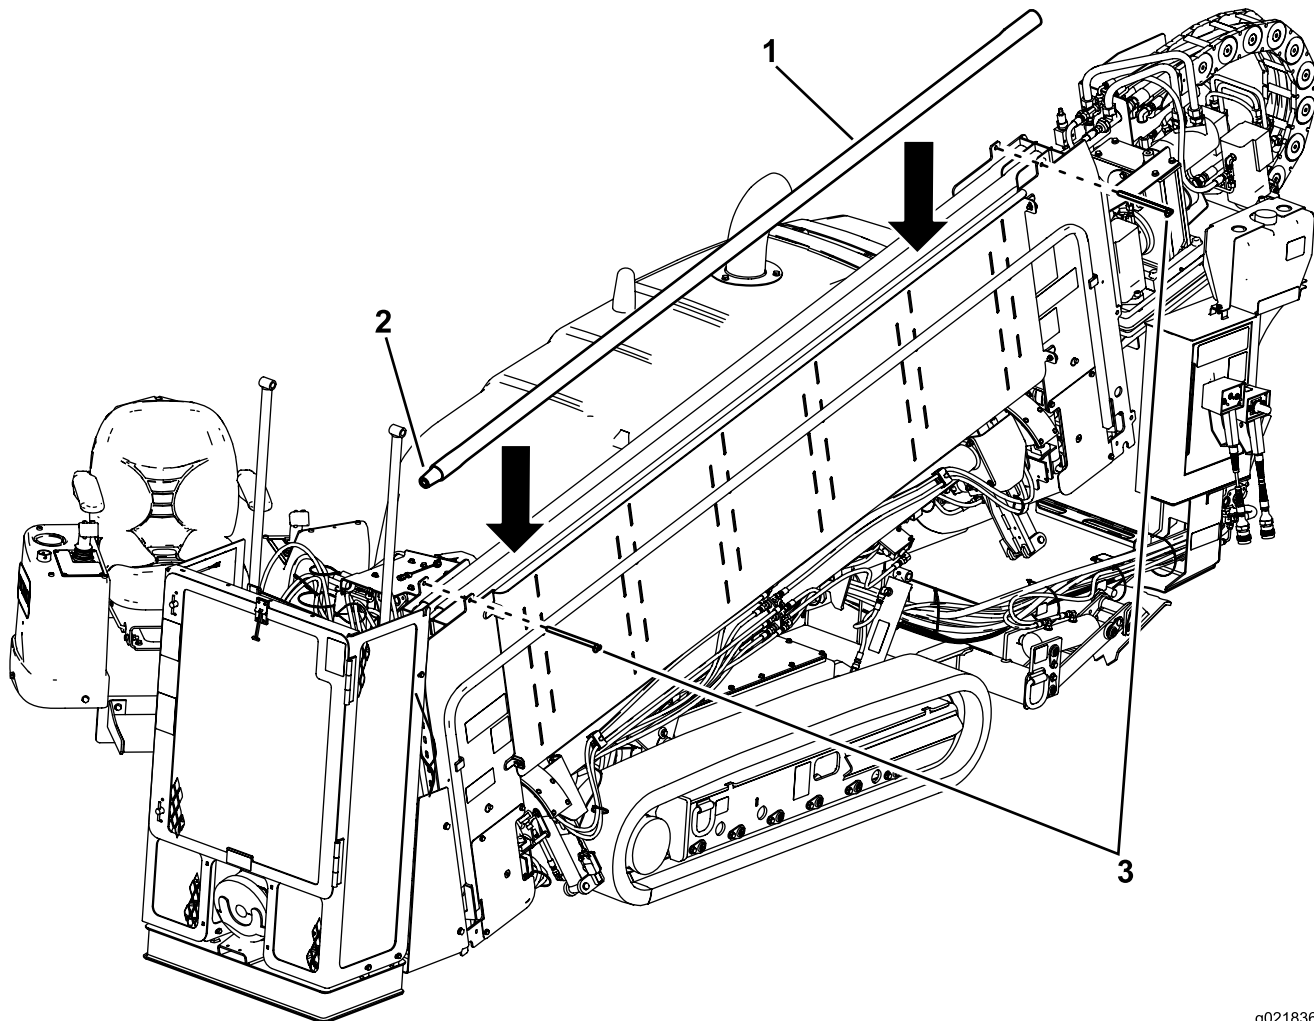

Figura 33
1. Retire os pinos do porta-hastes (Figura 33).
2. Introduza as hastes pela parte superior, com as extremidades com rosca macho voltadas para a dianteira da máquina (Figura 33).